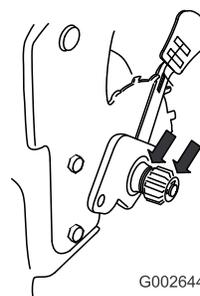

Figura 39
- Aplique aceite lubricante al interior y al exterior de los engranajes (ver Figura 39).